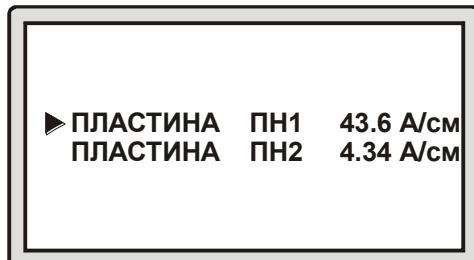

Рис. 11 Подменю «Пластины»
7.1.5 Подменю «ПЛАСТИНЫ» (рис. 11) содержит список пластин, используемых для настройки прибора, и соответствующие им значения.